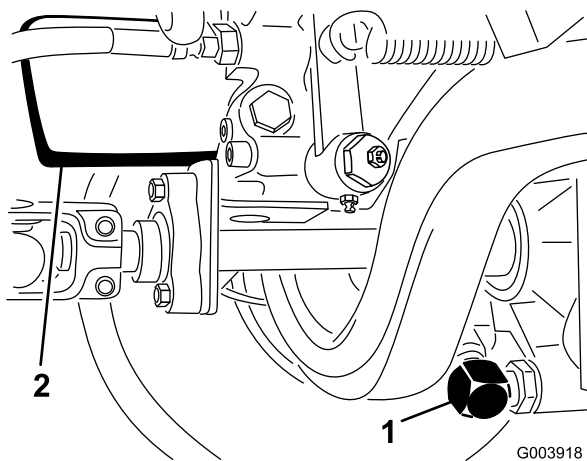

Figura 63
2. Limpe a zona em redor da linha de sucção que se encontra na zona inferior da transmissão (Figura 63) e coloque um recipiente debaixo da linha.
2. Limpe a área à volta da área de montagem do filtro (Figura 63) e coloque um recipiente de drenagem por baixo do filtro.